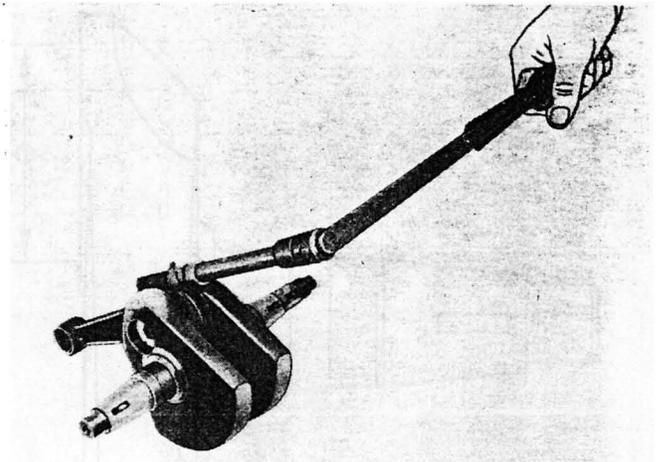

Fig. 48
- Montare la biella sull'albero motore e bloccare i dadi con chiave dinamometrica con coppia di serraggio di $\text{Kg/m } 3,5$ (vedere fig. 48).